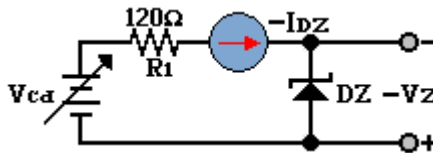

Figura 2.4
9. Arme el circuito de la figura 2.4, repita el procedimiento del punto 5 y 6 y proceda a llenar la tabla 2.4. Cuide de desconectar el osciloscopio del circuito cuando se tome la lectura de  $I_{DZ}$ .